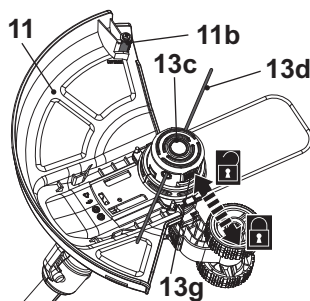

Fig. 24
1. Retournez la tête de coupe (13).
2. Appuyez sur le bouton-poussoir de déverrouillage (13g) tout en tirant sur le fil de coupe (13d). La bobine (13c) libère le fil de coupe (Fig. 24).